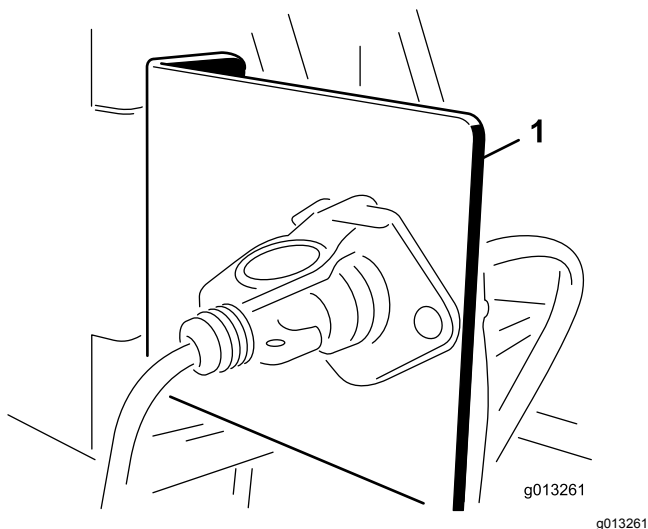

Рисунок 8
1. Установите кронштейн розетки в указанном месте в задней части буксирного автомобиля с помощью одного из монтажных кронштейнов, поставляемых в комплекте (Рисунок 8).